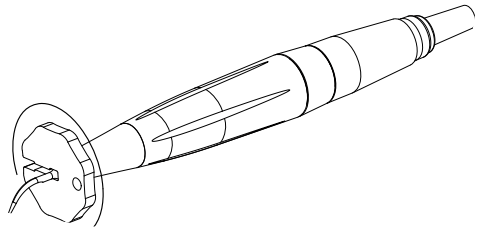

Fig. 5 Ajuste de la punta con la llave
3. Esterilice las puntas antes del uso (capítulo 5 “Esterilización y piezas de repuesto”). Coloque la punta seleccionada con ayuda de la llave incluida en el suministro y ajústela suavemente (Fig. 5, abajo)